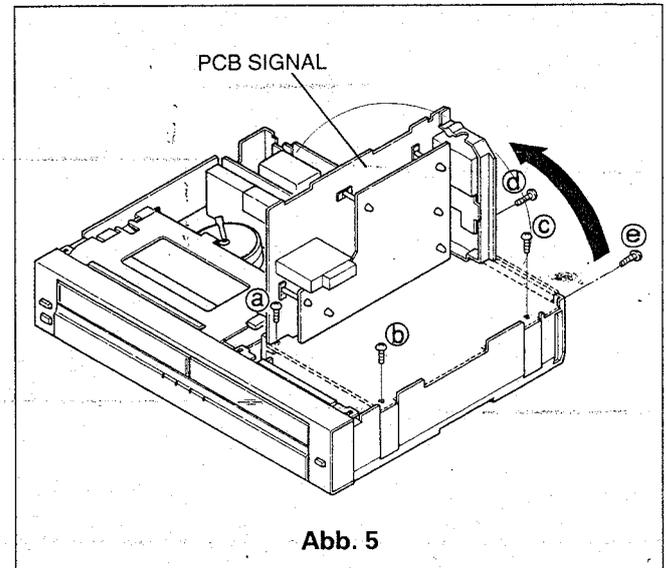

Abb. 5
- C. Entfernen Sie die fünf Halteschrauben (a)~(e). Siehe Abb.5.
- b. Entfernen Sie die 2 Schrauben (a) und (b) die die Kontrollplatinen befestigen wie in Abb.5.